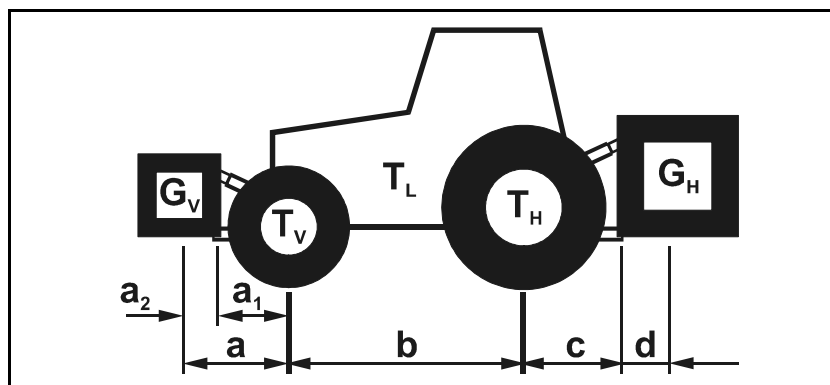

Fig. 25
- De onderste hefarmen van de trekker met hefpenen aan de onderste koppelpunten van de machine bevestigen (Fig. 25/2) en met overslagpenen borgen (Fig. 25/3).
- De topstang van de trekker met de pen (Fig. 25/1) in het bovenste aankoppelpunt van machine bevestigen en met een overslagpen borgen (Fig. 25/3).